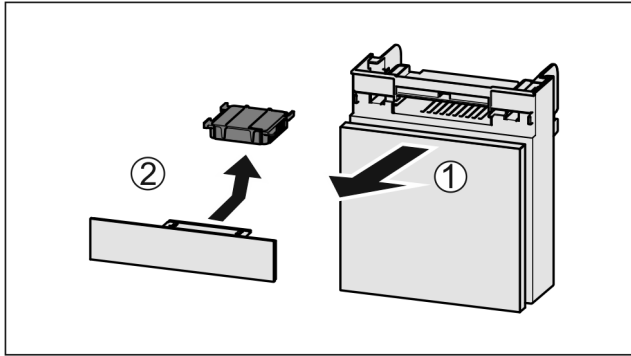

Fig. 71
- Fach nach vorne herausziehen Fig. 71 (1).
- Aktivkohlefilter entnehmen Fig. 71 (2).